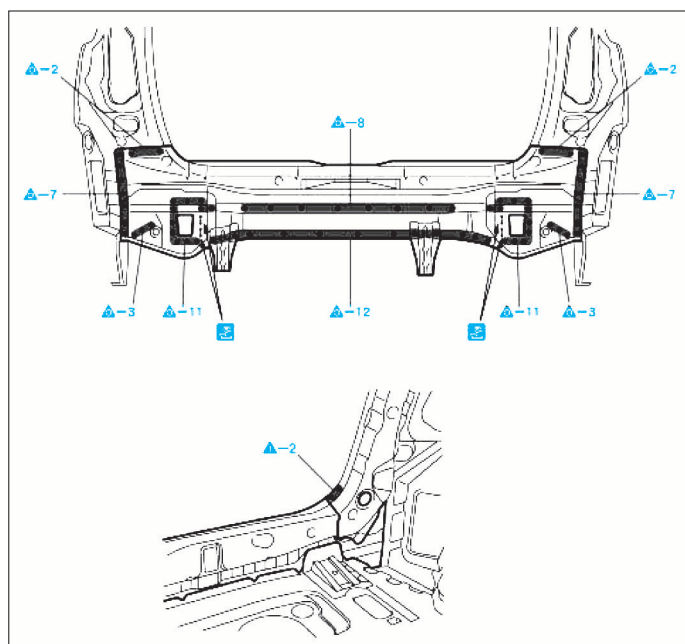

FIG. 31
- Dépointer aux endroits indiqués (Fig.31).